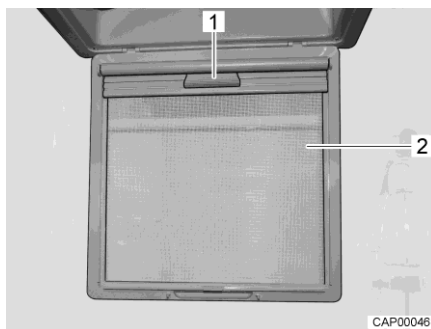

Bild 49 Mörklägningsrullgardin
- Fäll ned insektsskyddet (Bild 49,2).
- Ta tag i mörklägningsrullgardinen i handtaget (Bild 49,1) och dra nedåt tills den hakar i på motsatt sida.
- Koppla ur mörklägningsrullgardinen i handtaget (Bild 49,1) och för den långsamt tillbaka till utgångsläget.
- Fäll upp insektsskyddet (Bild 49,2) så att det hakar i.